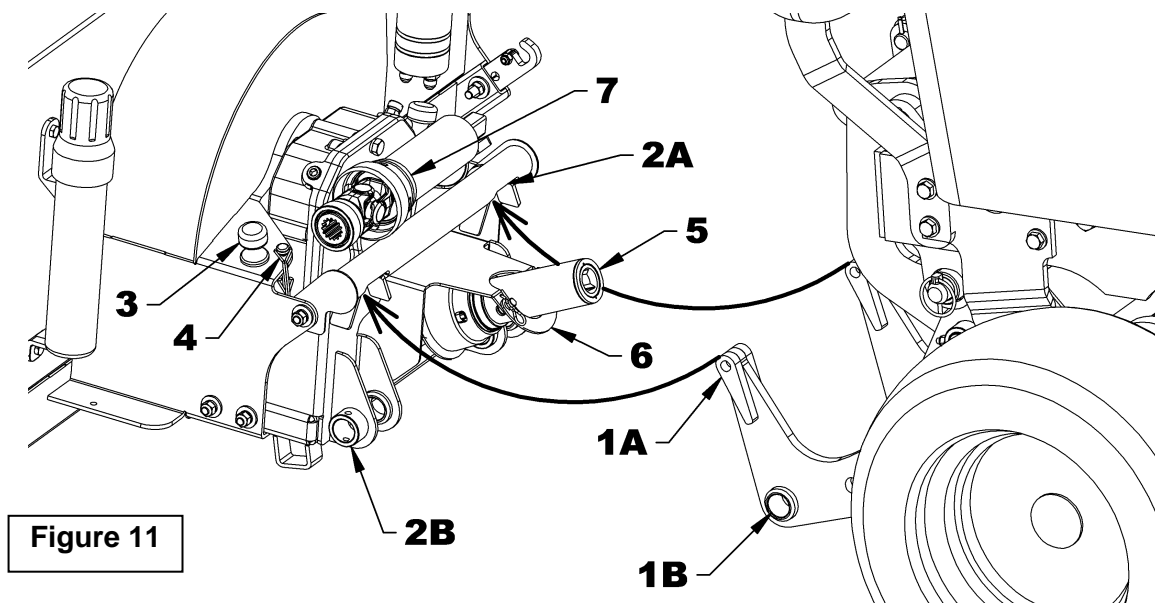

Figure 11
### PRÉCAUTIONS à suivre AVANT chaque connexion (Figure 11)
## Procédure à suivre pour Connecter la Souffleuse (Figures 11 à 17)
- **ÉTAPE 1 : Figure 11:** Démarrer le tracteur, retirer le frein de stationnement, avancer lentement en vous assurant de bien aligner l'attache femelle de la souffleuse avec l'attache mâle du tracteur. Abaisser suffisamment l'attache mâle du tracteur afin que les deux pointes supérieures de l'attache (item 1A) puissent s'insérer dans les ouvertures du tube (item 2A) de l'attache femelle de la souffleuse.
- **ÉTAPE 2 : Figure 11:** À l'aide du levier de commande hydraulique du tracteur, soulever la souffleuse complètement vers le haut dans le but de bien positionner l'attache de la souffleuse avec l'attache mâle du tracteur. Cette étape va permettre aux coussinets de l'attache mâle (item 1B) de bien s'aligner avec les coussinets de l'attache femelle de la souffleuse (item 2B).